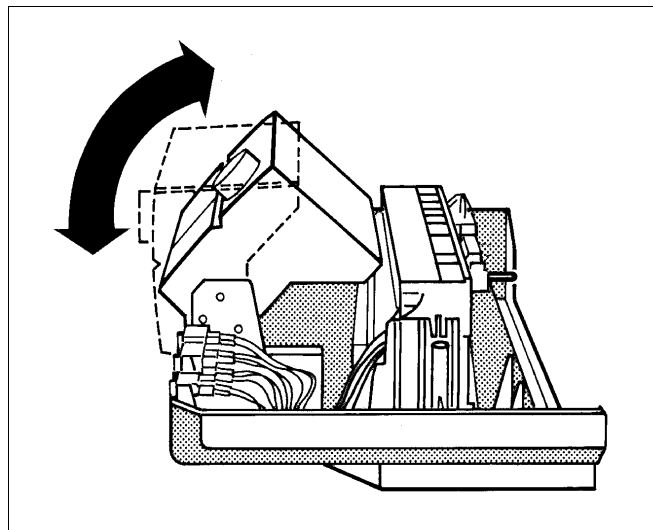

Fig. 22 Basculer l'écran d'affichage
- Basculer l'écran d'affichage dans la position souhaitée. En cas de combinaison avec un boiler L, situé en dessous, il est recommandé de positionner l'écran d'affichage à la verticale (fig. 22).